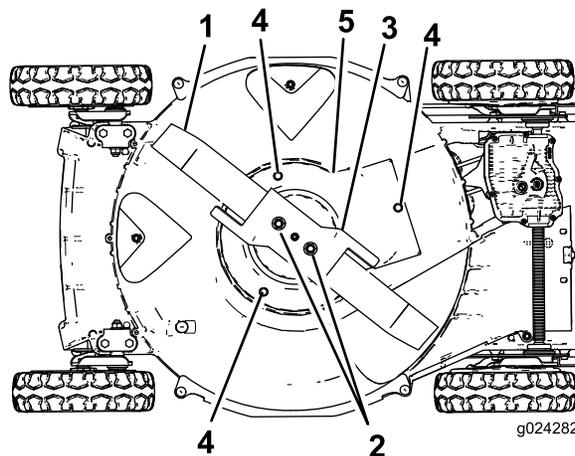

Figura 32
6. Rimuovete i 2 dadi della lama, l'acceleratore e la lama (Figura 32).
7. Rimuovete le viti che fissano il carter della frizione del freno della lama al sottoscocca del tosaerba (Figura 32).